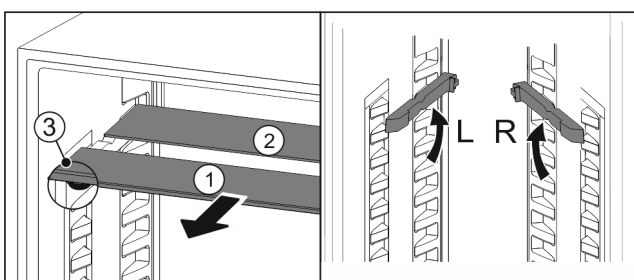

Fig. 103
- ▶ Skleněné desky jednotlivě vytáhněte dopředu Fig. 103 (1).
- ▷ Skleněná deska Fig. 103 (1) s ozdobnou lištou leží vpředu.
- ▷ Zarážky Fig. 103 (3) směřují dolů.